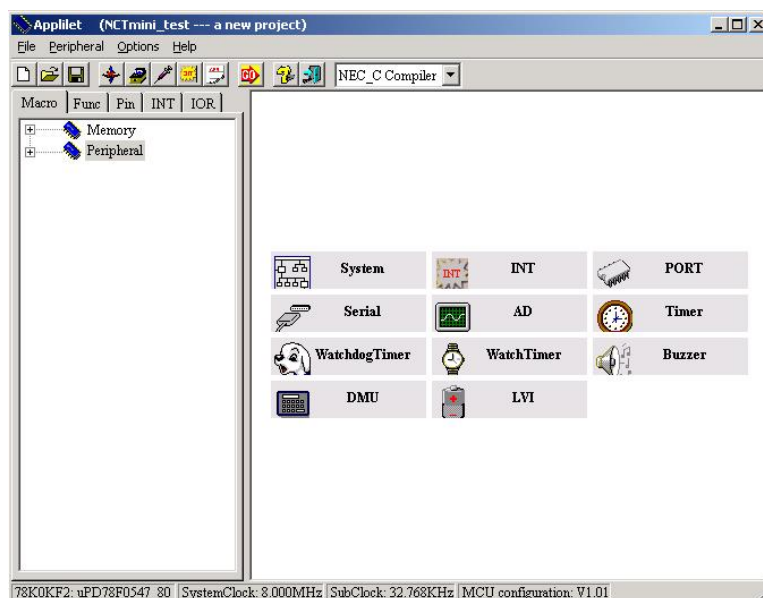
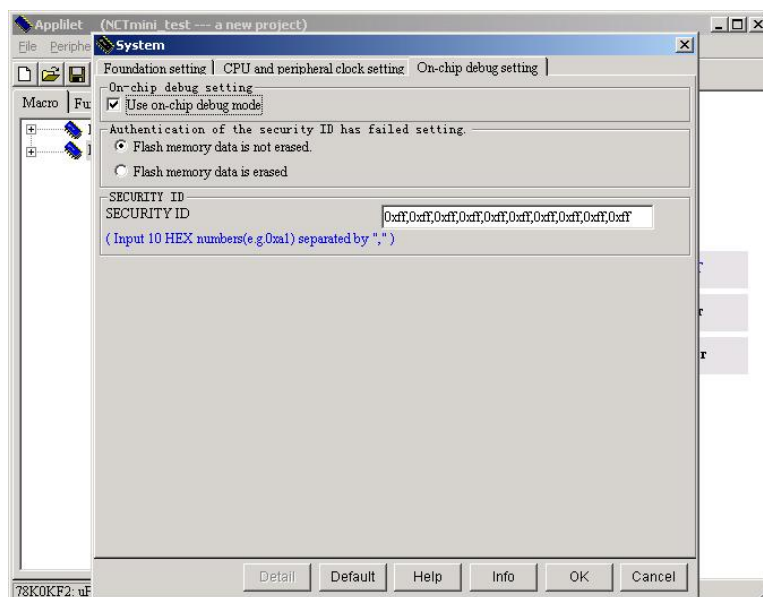

图 2-2 Applilet 的 Macro 界面
图 2-6 在 Applilet 中开启 OCD 功能
先看端口的设置，点击图 2-2 中的“PORT”图标，就看到下图的设置界面。诊断板上 LED 连接的是芯片 μ PD78F0547D 的 P32，P33 端口。
在上图中我们选择的闪烁频率是 2Hz，也就是 0.5 秒动作一次，所以在 Value scale 中选择“msec”，在 interval value 中输入“500”。Applilet 软件会按照当前时钟和你要求的时间算出应该取的时钟计数值放入比较器，激活 Interrupt setting 中的“TM00 and CR000 value match, generate a interrupt”的复选框。然后点击“OK”，Timer 设定完毕，回到图 2-2 的 Macro 界面。
在图 2-2 中点击“System”图例，就会进入图 2-6 的界面，在“On-chip debug setting”标签下选中“Use On-chip debug mode”，就开启了片上调试功能，可以让我们方便的通过 PC 来观察或修改目标板上的用户程序运行的详细内容。
2. 在图 2-6 中的 SECURITY ID 部分，默认为原来的 10 个 0xFF，如果想对自己的程序保密，那么请输入自己的密码，此处请牢记密码，否则程序通过 MINICUBE 下载后，下次将无法进入调试界面，出现三次密码输入错误，则 ID78K0QB for MINICUBE 程序自动关闭。